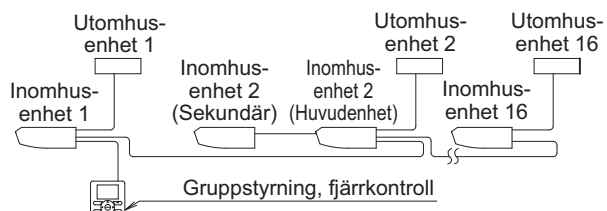

Bild 34
- Vid användning som parenhet eller huvudenhet för ett samkörningssystem kan du samtidigt starta/stoppa (gruppstyra) upp till 16 enheter med fjärrkontrollen. (Se bild 34)
- (1) Ta bort reglerboxens lock. (Se "9. KABELANSLUTNING OCH EXEMPEL".)
- (2) Lägg korskoppling mellan terminalerna (P1, P2) i kontrollboxen för fjärrkontrollen. (Ingen polaritet.) (Se bild 34 och tabell 3)